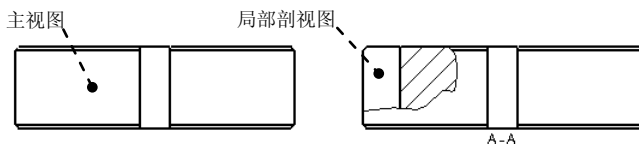

图 3.8.19 局部剖视图
创建局部剖视图如图 3.8.19 所示, 操作步骤如下:
Step2. 创建图 3.8.19 所示主视图的右视图 (投影视图)。
(1) 在“绘图视图”对话框中, 选取 **类别** 区域中的  选项。
(2) 将 **剖面选项** 设置为  2D 剖面, 将 **模型边可见性** 设置为  全部, 然后单击  按钮。
(3) 在 **名称** 下拉列表框中选取剖截面  A (A 剖截面在零件模块中已提前创建), 在 **剖切区域** 下拉列表框中选取  局部选项。